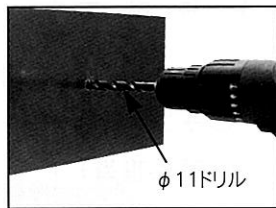

図1
1. 穴あけをおこなう被加工物（軟鋼板を主とし、アルミ板・銅板・黄銅板等にも使用可能です。）に電気ドリル等によりφ11mmの1次下穴をあけてください。（図1）